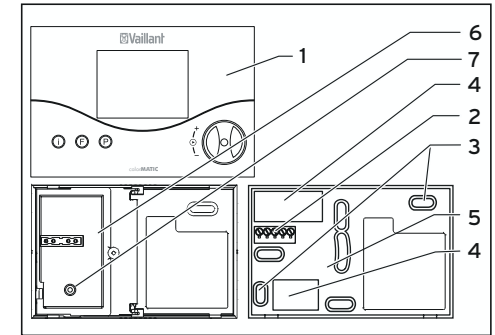

Abb. 9.1 Montage des Raumtemperaturreglers
Die Verbindung mit dem Heizgerät erfolgt über eine 3-adrige Verbindungsleitung an den Anschlussklemmen 3-4-5 (siehe Abb. 9.1, Pos. 2).
- Bringen Sie zwei Befestigungsbohrungen (3) mit Durchmesser 6 mm (entsprechend Abb. 9.1) an und setzen Sie die mitgelieferten Dübel ein.
- Führen Sie das Anschlusskabel durch die Kabeldurchführung (4), die unterhalb der inneren Schutzabdeckung liegt.
- Setzen Sie den Raumtemperaturregler (1) so auf den Wandsockel (5), dass die Stifte an der Rückseite des Oberteils in die Aufnahmen (2) passen.